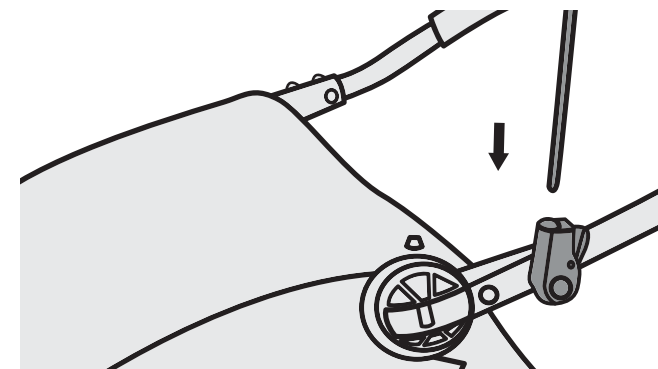

Figure 21
2. Faites glisser le mat du drapeau dans l'orifice du porte-drapeau. Pour libérer le drapeau, appuyez sur le bouton et retirez le mat (Figure 21).